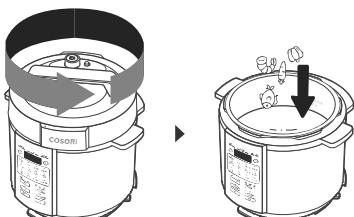

Figure 5.1
1. Tournez le couvercle dans le sens inverse des aiguilles d'une montre et soulevez-le pour ouvrir. Ajoutez les ingrédients dans la cuve interne. [Figure 5.1]